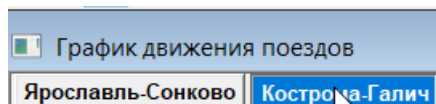

Рис.30. Панель вкладок графика.
1. ГИД смежных диспетчерских участков располагаются на различных вкладках панели вкладок листов графика (см. рис.30). Для выбора ГИД нужного участка достаточно выбрать соответствующую вкладку. Активная вкладка выделяется цветом. Настройка цвета осуществляется администратором (см. п. 8.2).